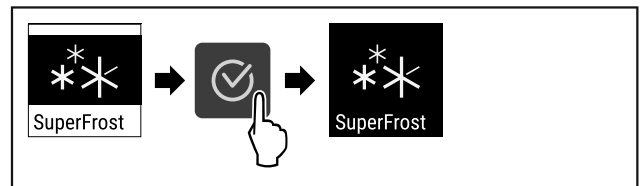

Fig. 66
- ▶ Suorita toimenpidevaiheet (katso Fig. 66) .